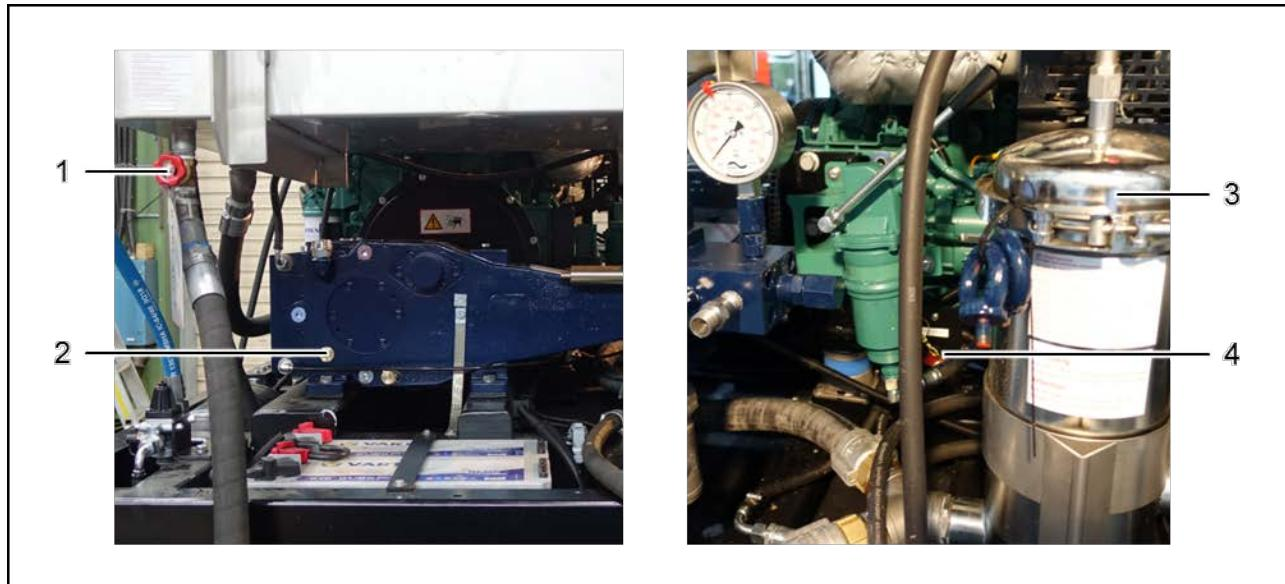

Рис. 9: Первый ввод в эксплуатацию
2. Убедитесь, что водяной фильтр (Рис. 9: поз. 3) не загрязнен. При необходимости замените водяной фильтр (см. раздел 10.5.7).
9. Включите размыкатель аккумуляторной батареи (Рис. 9: поз. 4).